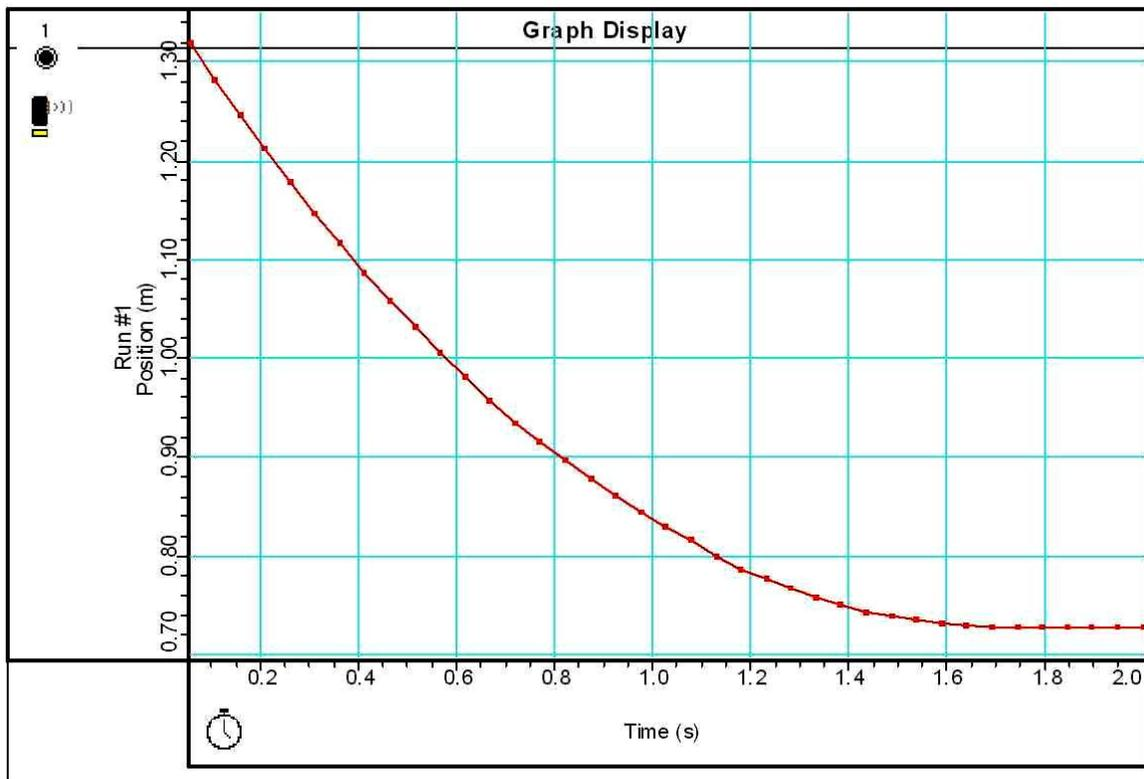
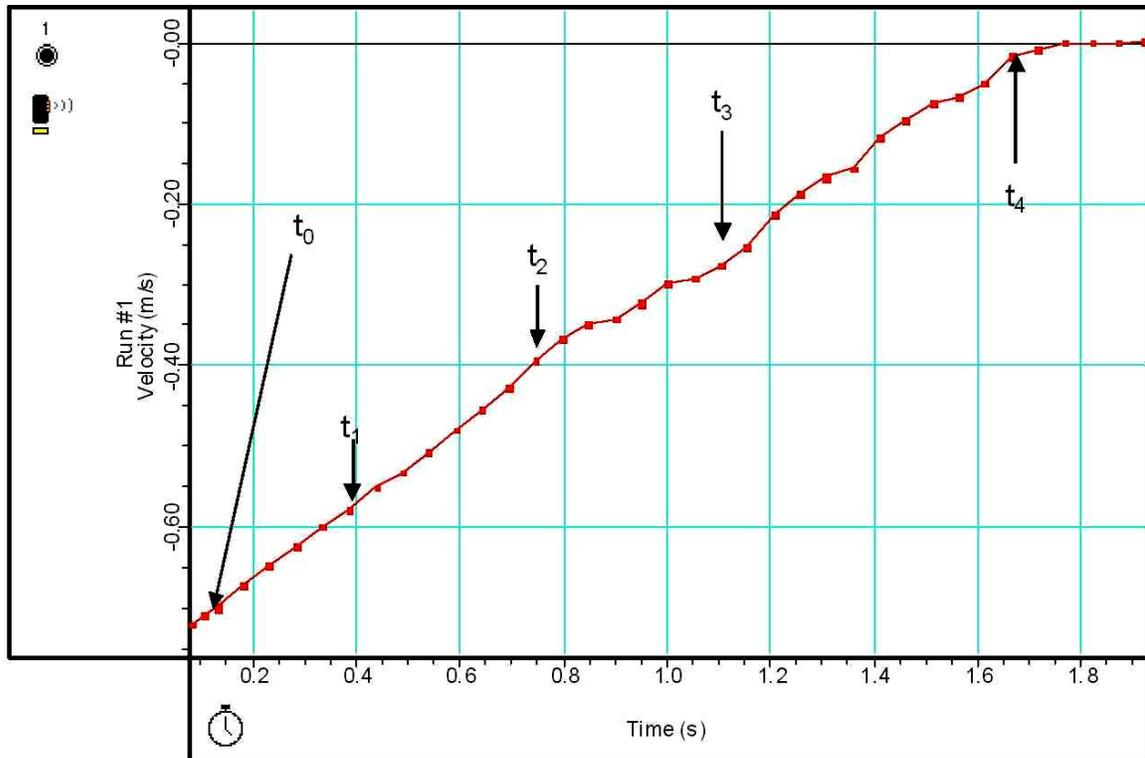

Figura 12 - Posición en función del tiempo.
Figura 13 - Velocidad en función del tiempo
- Analizar las Figura 12 - *Posición en función del tiempo*. y Figura 13 - *Velocidad en función del tiempo*